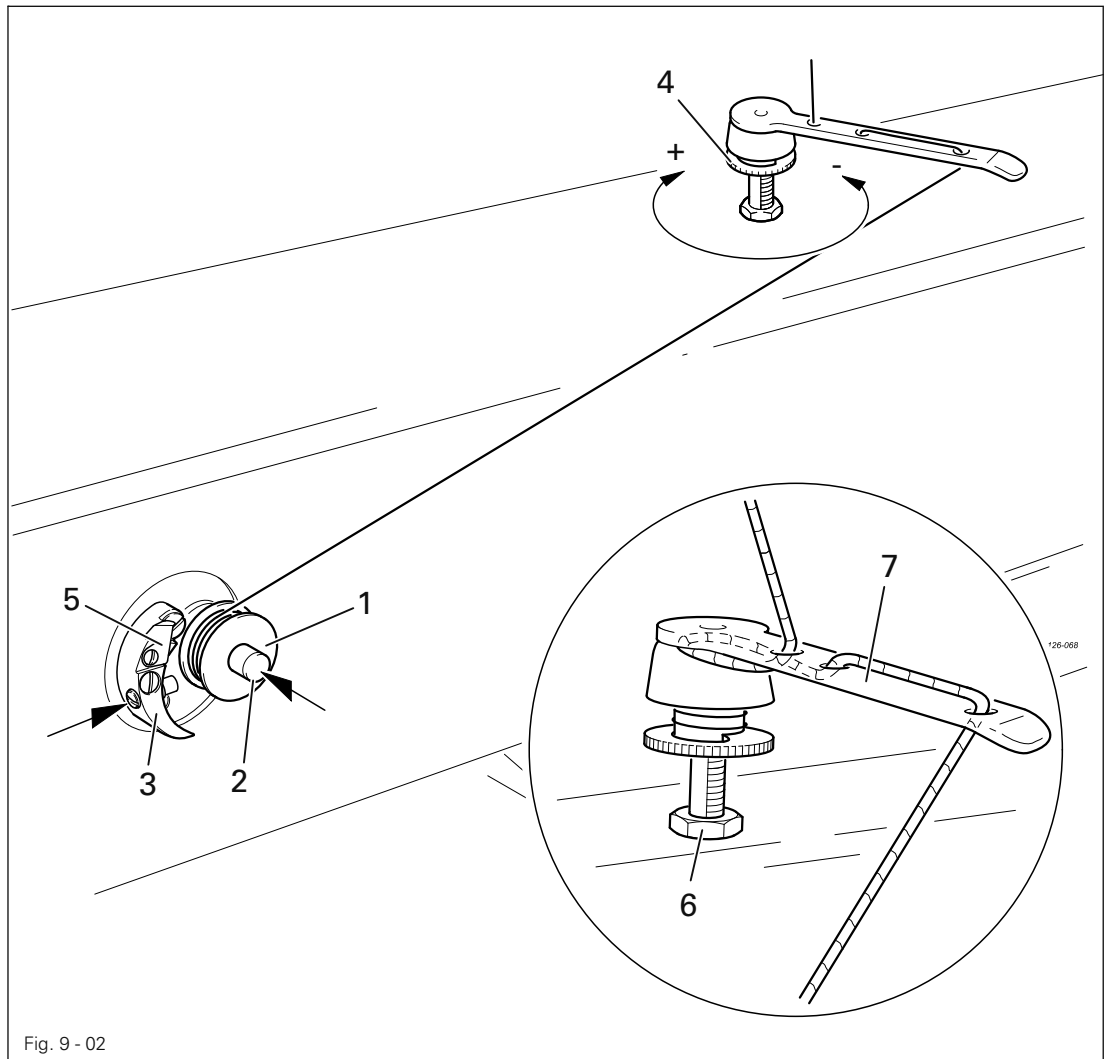

Fig. 9-02
- Enhebre el hilo según la **fig. 9-02** y enróllelo varias veces en el carrete **1** girando en sentido de las agujas del reloj.